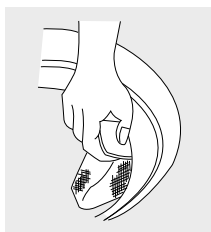

Figura 26
- Coloque el filtro en su posición normal e introdúzcalo en la abertura de donde lo saco. (Figura 26)